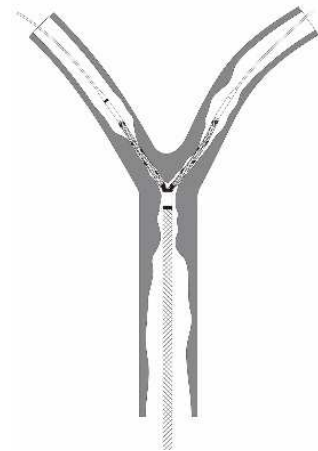

図2. 目的部位への送達位置
- 4) X線透視下で、連結部のステント造影マーカーがデリバリーシステムのリングマーカーを通過するまでドルフィンハブをゆっくりとグリップ側に押し進める。その際、連結部のステント造影マーカー及び脚部遠位側のステント造影マーカーを確認しながら目的部位にステントを送達させる(図2)。